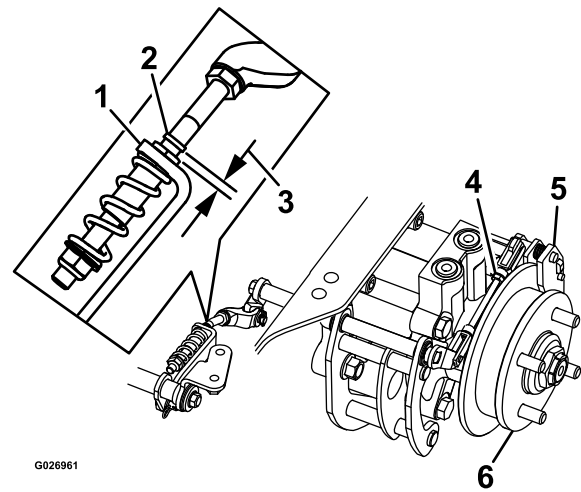

Figura 91
7. Compruebe si hay un espacio visible entre la escuadra y el tope del acoplamiento (Figura 91).